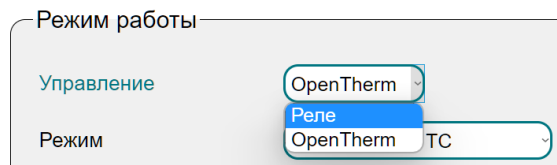

Рисунок 11
- *параметр Управление* - способ управления котлом (рис. 11):